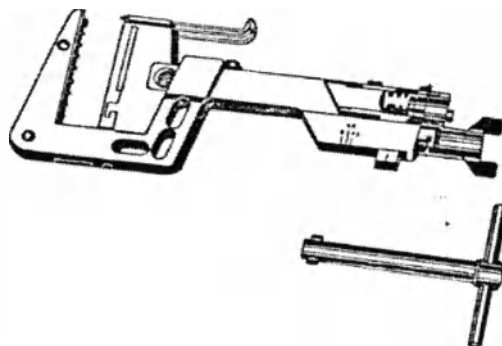

Рисунок 1 — Общий вид ушивателя
2.1. Ушиватель ткани и органов УТО – 70 (в дальнейшем – ушиватель) (рисунок 1) предназначен для наложения двухэтажного погружного шва (двухстрочечного, наложенного через все слои, и однострочечного – за верхние слои после погружения двухстрочечного шва), или двухстрочечного шва при резекции желудка, ушивании двенадцатиперстной кишки, концов тонкой и толстой кишок, краевых и клиновидных резекциях легочной ткани и других тканей при помощи металлических скобок.